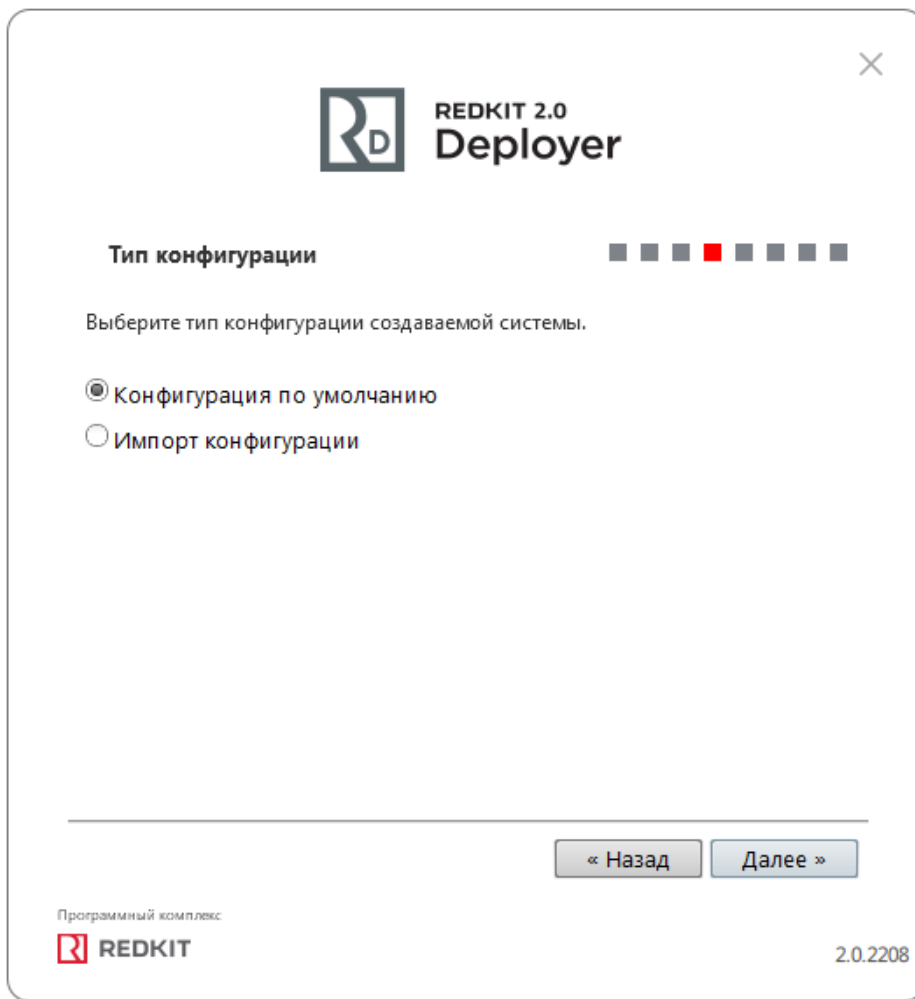

Рисунок 40 - Тип конфигурации
8. Выберите тип конфигурации **Конфигурация по умолчанию** и нажмите **Далее** (Рисунок 40).